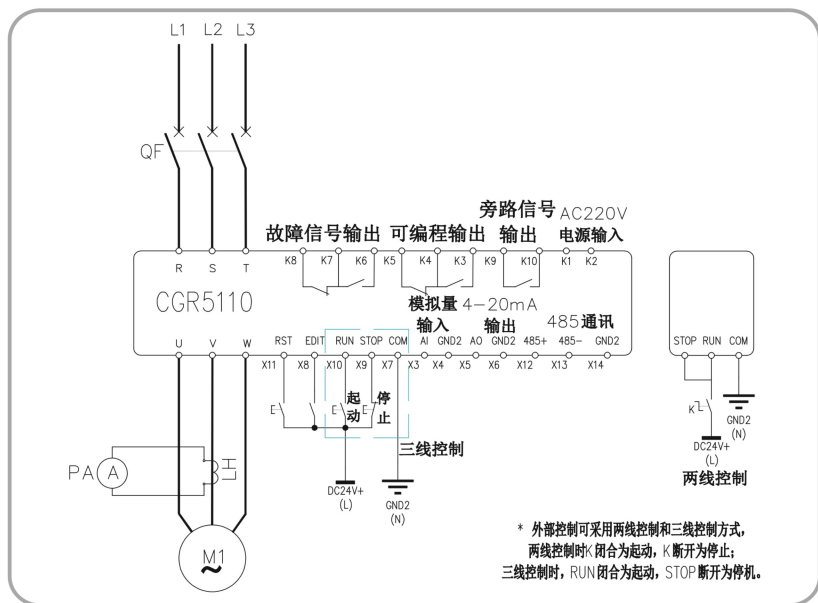
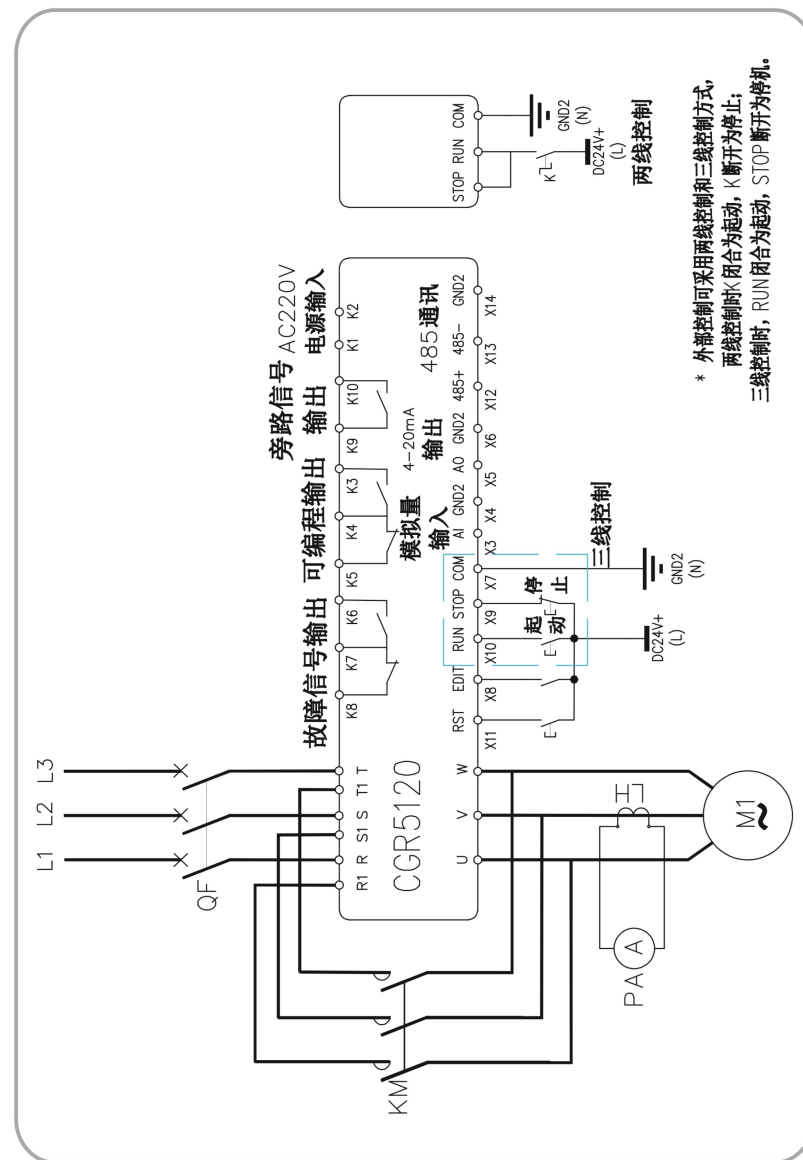

图5-2: CGR5110系列软起动器基本接线图
图5-3: CGR5120系列软起动器基本接线图
① 用户使用CGR5110/5120系列软起动器时,如需远控操作或利用故障输出端子作为断路器脱扣控制信号或故障告警信号可直接从外控端子上连接相应的接线;如用户只需采用本机键盘操作,则相应的外部数字输入和通讯接口端子不用接线。
② CGR5110/5120系列软起动器外部启动、停车控制有两种接线方式,即三线控制接线和两线控制接线,详见图5-2和图5-3。